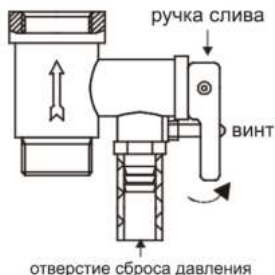

Рисунок 5
4. На входной патрубок, обозначенный голубым цветом и стрелкой направления течения воды, накрутите предохранительный клапан так, чтобы течение воды совпадало с направлением стрелки на корпусе клапана. На отверстие сброса давления предохранительного клапана (см. рисунок 5) оденьте дренажную трубку\* для отвода воды (возможно появление при нагревании) в канализацию (трубку необходимо направить строго вниз, запрещено перегибать её).
6. Чтобы слить воду из внутреннего резервуара необходимо, воспользоваться предохранительным клапаном: открутить винт ручки слива предохранительного клапана и перевести ручку слива в верхнее положение, при этом кран выхода горячей воды должен быть открыт, а кран подачи холодной воды в водонагреватель должен быть перекрыт (см. рисунок 5). Из отверстия сброса давления предохранительного клапана потечет вода. Никогда не сливайте воду, если ее температура выше 50°C, т. к. это может привести к ожогам.